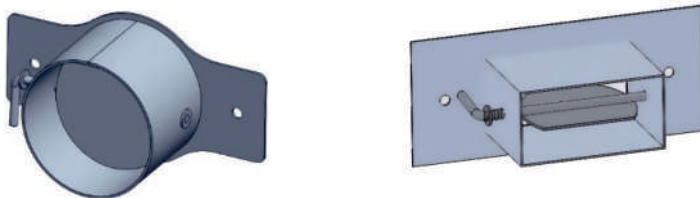

Рис.2 Варианты выходов дымохода
3.5. На задней стенке корпуса предусмотрена возможность подключения выхода дымохода (круглого или прямоугольного сечения) котла к дымовому каналу (Рис. 2); сбоку с обеих сторон в нижнем углу фланец - для приема воды из отопительной системы в верхнем углу фланец - для подачи воды в систему.